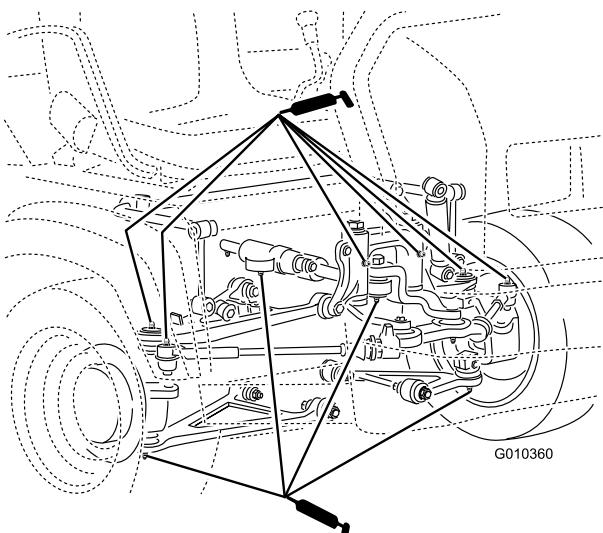

Figura 39
- Articulaciones esféricas (4), bielas (2), soportes de giro (2) y cilindros de dirección (2), según se muestra en Figura 39